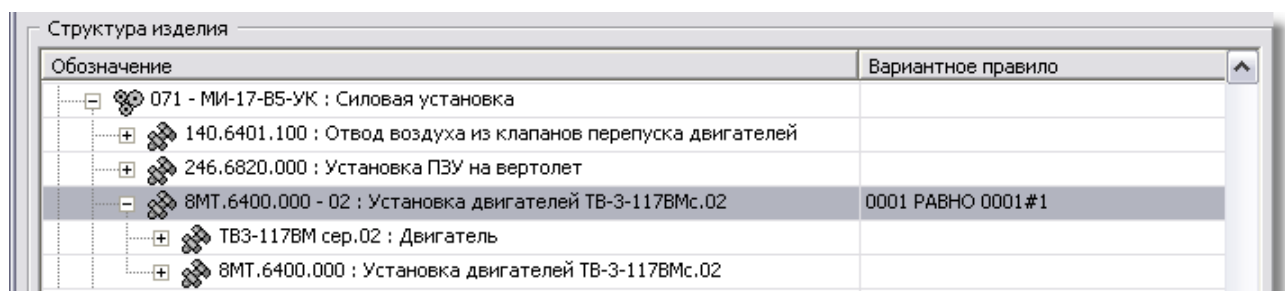

Рис. 67
8. Выберите значение опциона «ТВ3-117ВМ сер.02». Нажмите ОК для возврата в окно **Редактор вариантных правил**. В таблице **Структура изделия** в столбце **Вариантное правило** появится код значения опциона для элемента структуры изделия «8МТ.6400.000-02 : Установка двигателей ТВ3-117ВМс.02» (Рис. 67).